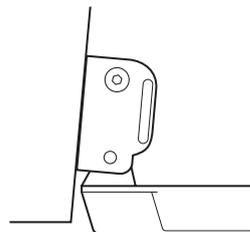

Рис.9: Регулировка рабочего положения
1. Прежде всего отрегулируйте угол навески струбины относительно излучателя так, чтобы его длинная сторона была параллельна продольной оси днища судна. В рабочем положении задняя часть излучателя должна быть ниже на 6 мм, чем его передняя часть (см. рис.9).